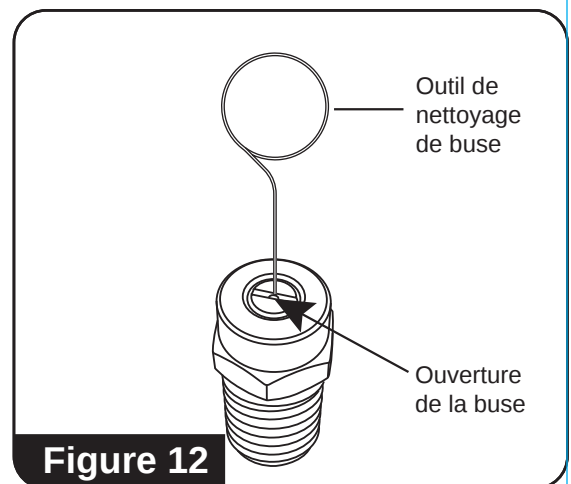

Figure 12
4. À l'aide de l'outil de nettoyage de buse, dégagez tout corps étranger qui bouche ou qui obstrue les ouvertures de la buse (**consultez la figure 12**).